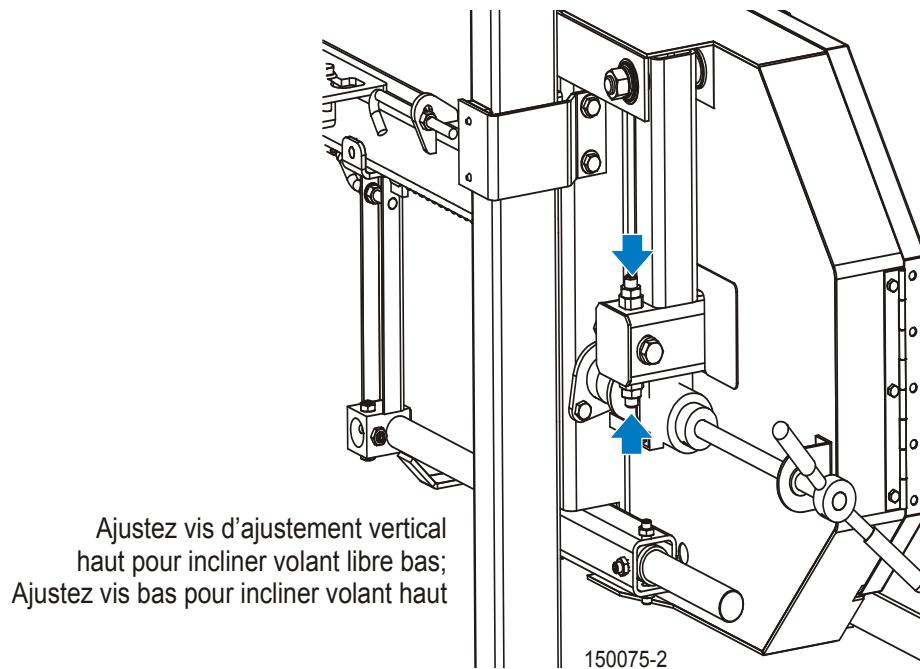

**FIG. 8-11**
**Voir Figure 8-11.** Utilisez les vis d'ajustement vertical pour ajuster le volant de la lame du côté entraînement. Pour incliner le volant vers le bas ou , desserrez la vis supérieure d'ajustement d'un quart de tour. Desserrez le contre-écrou sur la vis d'ajustement inférieure et serrez la vis jusqu'au . Serrez les contre-écrous du haut et du bas.